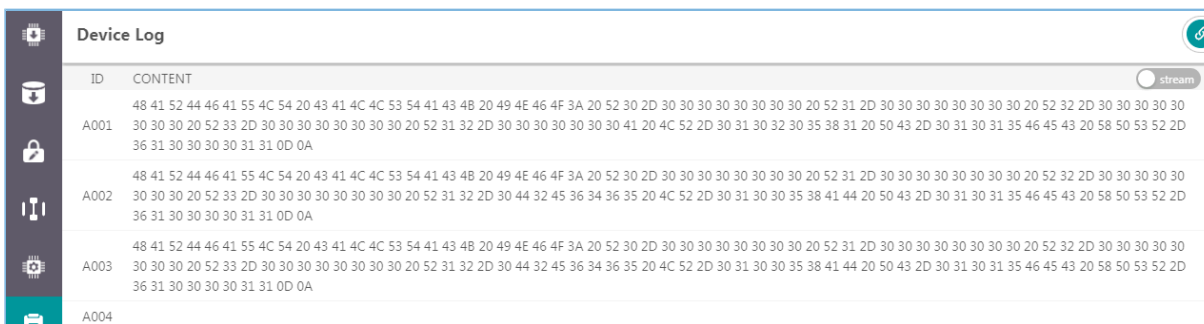

图 3-47 以字节流形式显示日志
-  **stream**：开关按钮切换至“stream”，表示以字节流形式显示日志信息，如图 3-47 所示。